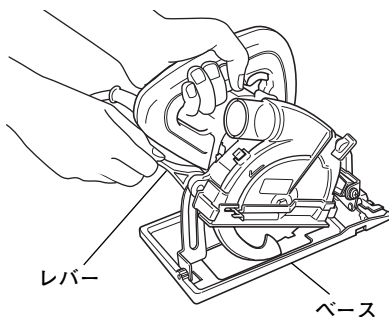

図 20
(6) 切込み深さの調整
- レバー(図 20 参照)をゆるめ、ベースを上下させて調整します。調整が終わったら、レバーを固く締付けてください。